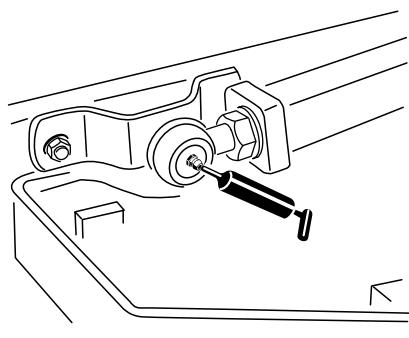

Figure 83
- 2 rotules de bras de levage (Figure 83).